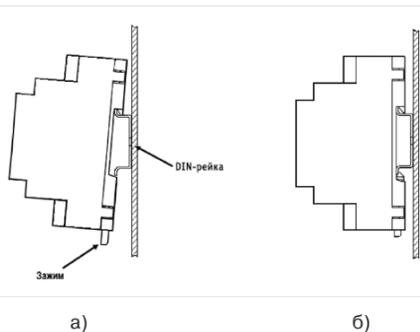

Рисунок 3 – Последовательность установки Устройства на DIN-рейку
- зацепить верхним креплением корпуса Устройства (расположено на тыльной поверхности корпуса Устройства) за верхнюю направляющую DIN-рейки (рис. 3а);
- оттянуть вниз зажим подпружиненный (4) на нижней части корпуса Устройства, прижать Устройство к DIN-рейке;
- после прижатия корпуса Устройства к DIN-рейке, отпустить зажим (рис. 3б);